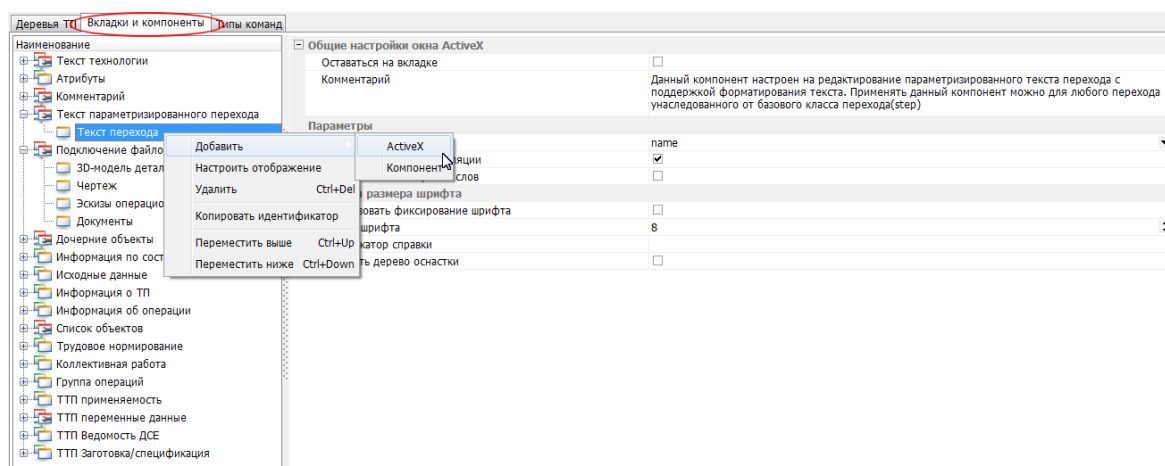

Рис. 10.42. Вкладки и компоненты для регистрации форм ActiveX
Регистрация форм ActiveX проводится на вкладке **Вкладки и компоненты** (Рис. 10.42).
- ☞ щелчком правой кнопки мыши на любом компоненте дерева (см. Рис. 10.42) открыть контекстное меню и выбрать команду **Добавить —> ActiveX**. В конец таблицы будет добавлен объект *Новый ActiveX* для ввода регистрационных данных;